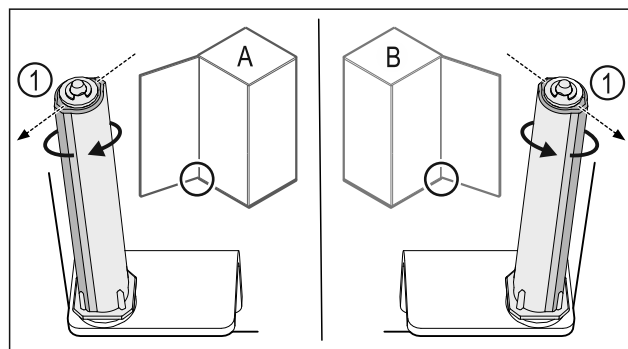

Fig. 40 Lewy ogranicznik (A) / prawy ogranicznik (B)
- Przekręcić system blokujący w kierunku przeciwnym do oporu, aż pręt systemu blokującego Fig. 40 (1) będzie skierowany na zewnątrz.